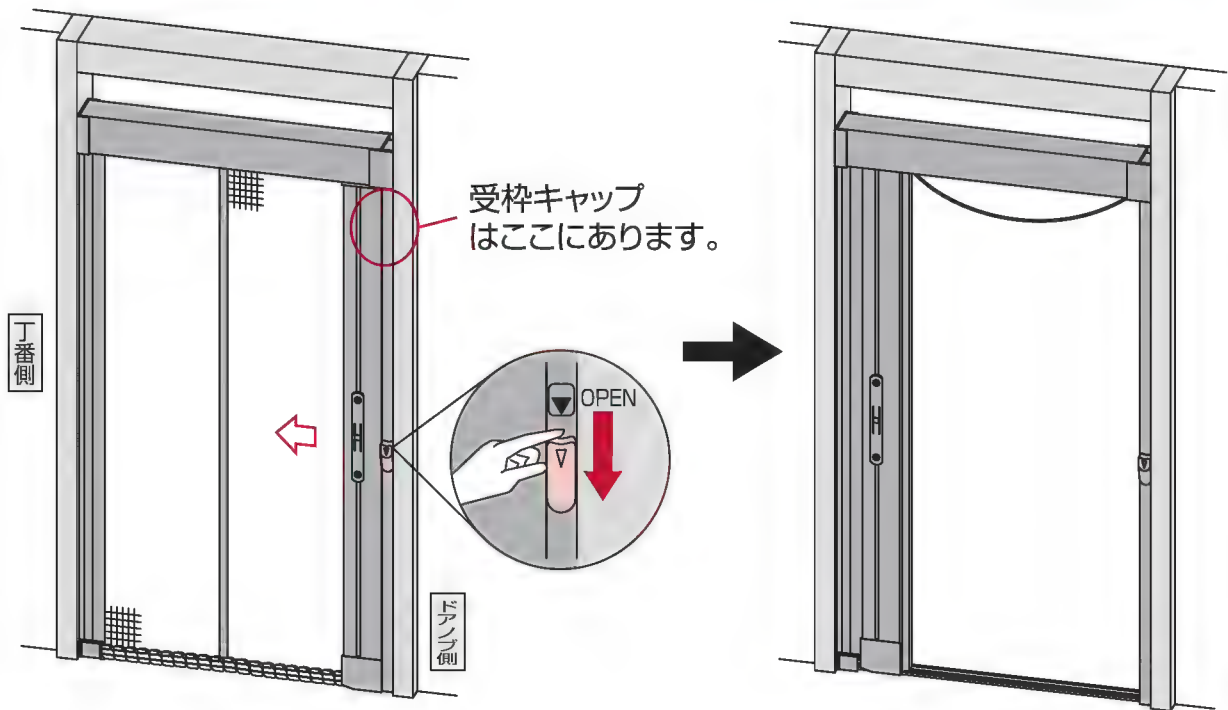

図4-1-1
④-1 ワイヤーの調整
① 網戸を開けてください。(図 4-1-1)